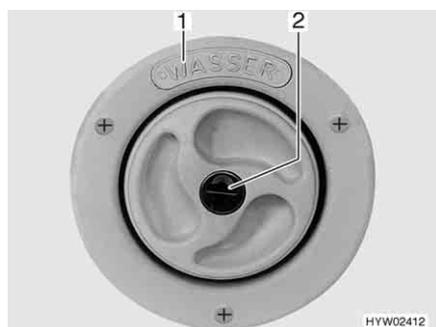
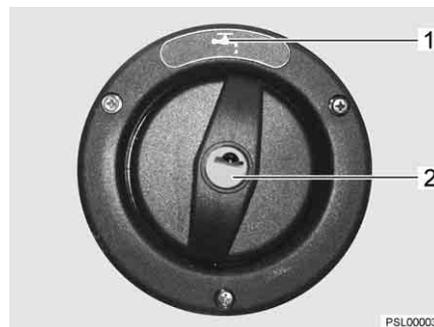

Fig. 32 Tapa de cierre para el tubo de llenado de agua potable
Fig. 33 Tapa de cierre para el tubo de llenado de agua potable (alternativa)
- ▷ El tubo de llenado de agua potable está marcado con el rótulo "WASSER" (agua) (Fig. 32,1) o con el símbolo "☰" (Fig. 33,1).
- Introducir la llave en el cilindro de cierre (Fig. 32,2 ó Fig. 33,2) y girar en sentido contrario a las agujas del reloj.